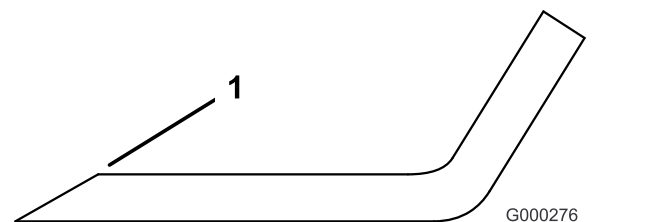

Figure 94
1. Au moyen d'une lime, aiguissez les tranchants à chaque bout de la lame (Figure 94).